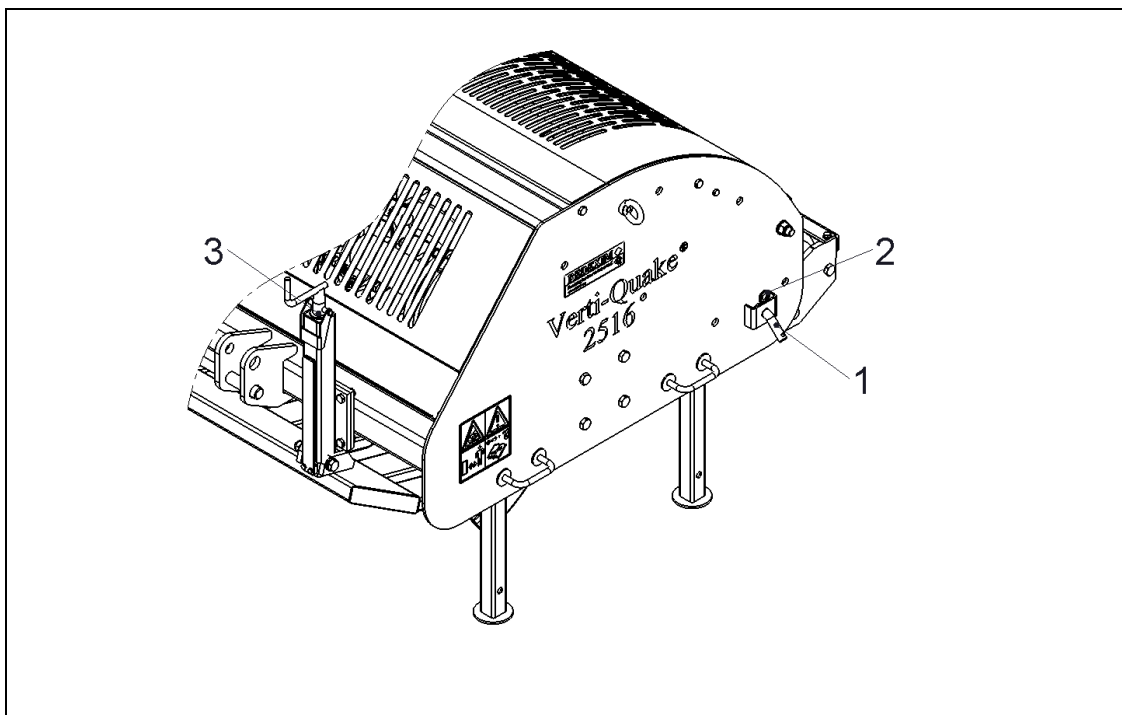

Fig. 11
6.0 WERKDIEPTE VERSTELLING (Fig. 11)